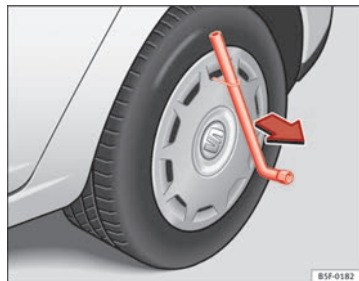

Fig. 147 Retirer l'enjoliveur de roue plein
- Retirez l'enjoliveur plein de la roue à l'aide de l'étrier métallique ⇒ fig. 147.